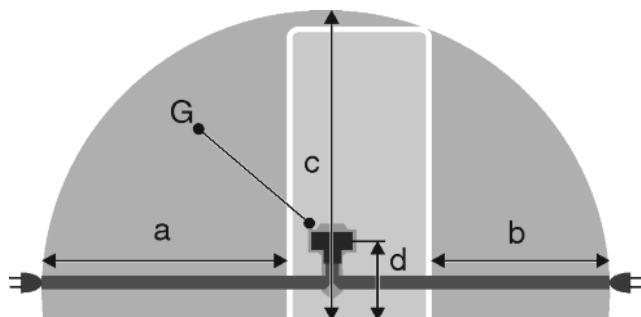

Fig. 48
- La prise de courant est en dehors de la zone postérieure de l'appareil dans la zone concernée. Fig. 48 (a, b, c)
- ▶ Introduire la la fiche de l'appareil Fig. 48 (G) au dos de l'appareil. Veiller à ce qu'elle s'introduise correctement.